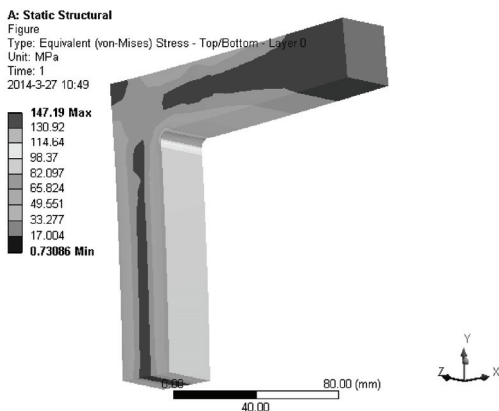

图 18-12 等效应力云图
7) 在 Outline 树结构图中的 Equivalent Stress 上单击右键，在弹出的快捷菜单中选择 Evaluate All Results，此时进行求解，求解后得到的图形如图 18-12 所示。